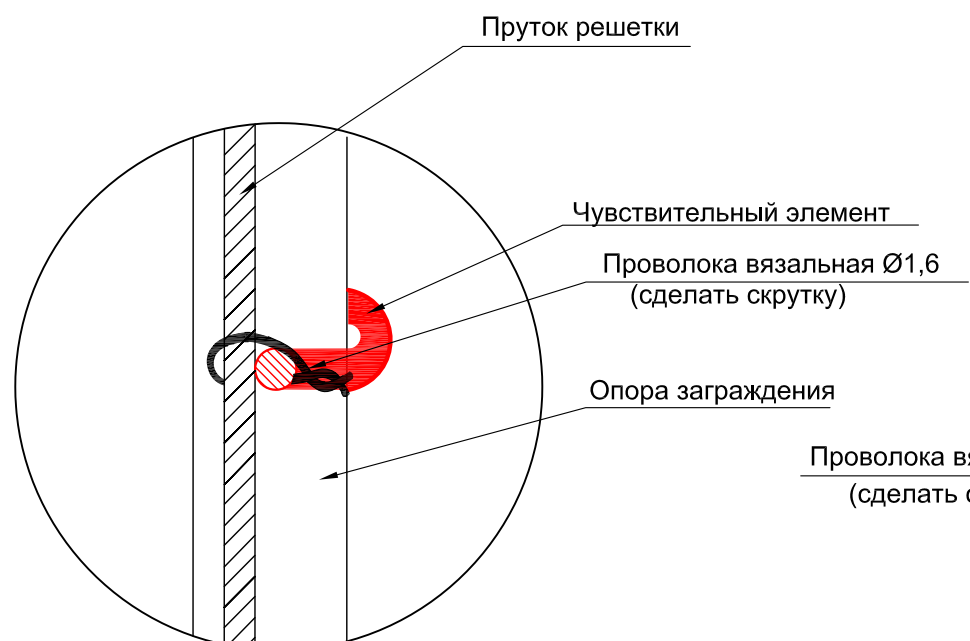

Рис. 5. Крепление чувствительного элемента к прутку решетки с помощью проволоки вязальной.
- 1. Крепление чувствительного элемента осуществлять вязальной стальной оцинкованной проволокой Ø1,6 мм, ГОСТ 3282-74 через каждые 0,3-0,4 м, вблизи опор - через 0,1-0,2 м. Скрутку проволоки следует выполнять до начала видимой деформации оболочки кабеля (см. лист 31, рис. 5).